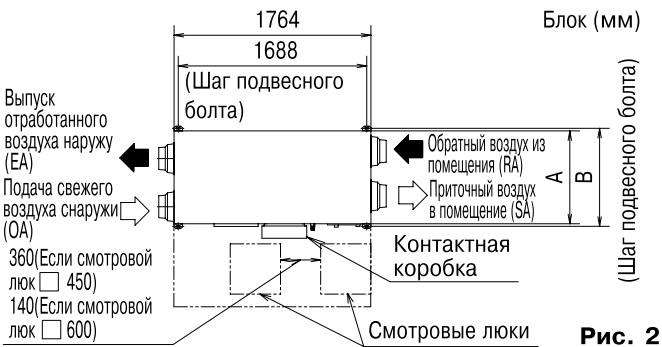

Рис. 2
(1) Удостоверьтесь в позиционном соотношении блока и подвесных болтов. (См. рис. 2) Оставьте место для сервисного обслуживания блока, включая смотровые люки. (Всегда проделывайте отверстие со стороны блока электрических компонентов, чтобы обеспечить простоту проверки и обслуживания воздушных фильтров, теплообменных элементов, вентиляторов и элементов увлажнителя.)